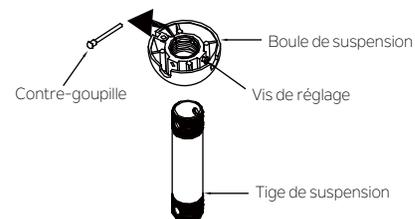

Fig. 6
Étape 2. Retirer la boule de suspension de la tige de suspension en desserrant les vis de réglage, en dégageant la contre-goupille et en dévissant la balle de la tige (Fig. 6).